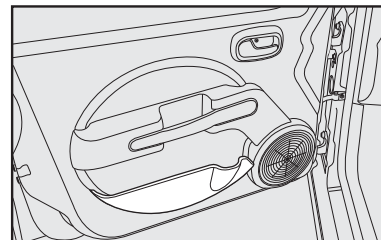

fig. 71
## PORTA BOTELLAS - fig. 71
En algunas versiones, están disponibles porta botellas en los paneles de las puertas delanteras **fig. 71**.
- En los paneles de las puertas **fig. 71**;